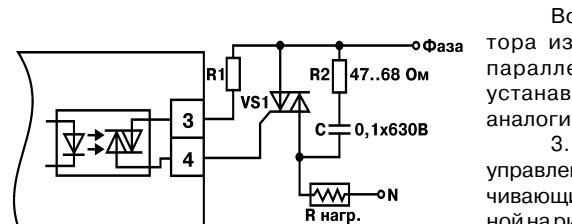

Рис. 22
3.1.8.3. Оптосимистор включается в цепь управления мощного симистора через ограничивающий резистор R1 по схеме, представленной на рис. 22. Величина резистора определяет ток управления симистора.